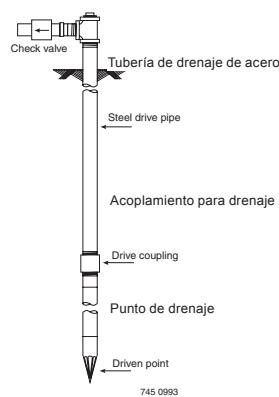

FIGURA 2 - INSTALACIÓN DE PUNTO DE DRENAJE
1. Conecte la tubería de succión al punto de drenaje (Figura 2). Mantenga el tramo de tubería horizontal lo más corto posible. Use cinta selladora de roscas de tubería de PTFE en las roscas de tubo macho. Puede que se necesiten varias lanzas para suministrar suficiente agua a la bomba.
2. Para ayudar al cebado en las instalaciones de lanza, instale una válvula de retención como se muestra en la Figura 2. Asegúrese de que la ^{Tapon de cebado} flecha de flujo de la válvula de retención apunte hacia la ^{bomba}.